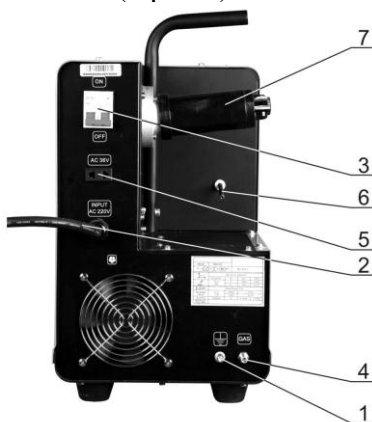

Рисунок 3 – Тыльная сторона полуавтомата MIG-200
4.3. Подача защитного газа осуществляется через штуцер, выведенный на тыльную стенку (4 рис.3), обозначен «GAS», диаметр штуцера 6 мм. Подключение к баллону или центральной системе осуществляется рукавом газовым, один конец надевается на штуцер редуктора, другой полуавтомата. Фиксируется рукав хомутом. Давление в газовой магистрали не должно превышать 4 кгс/см², в противном случае клапан газовый не обеспечит надёжной работы.